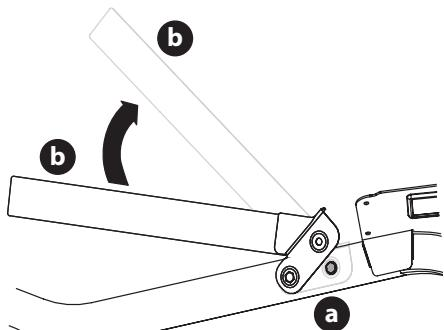

Figure 4
- Retirez les deux vis à bride hexagonales (a) partiellement installées sur le châssis (Figure 4).
- Faites pivoter le cerceau supérieur (b) pour le mettre en position appropriée (Figure 4).